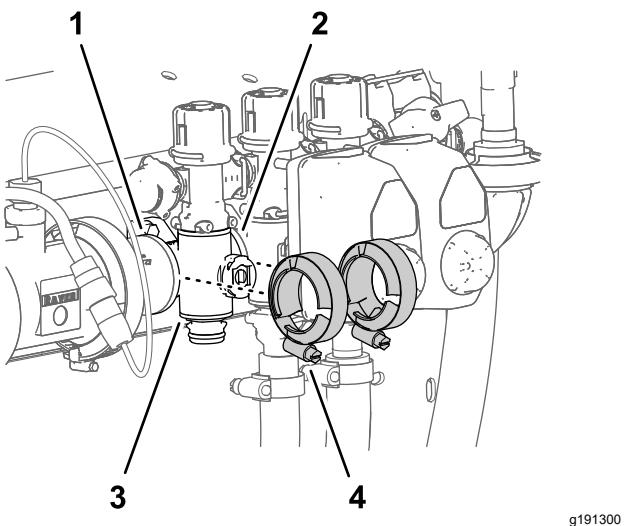

Рисунок 126
3. Снимите 2 фланцевых хомута, которые крепят коллекторный клапан секции к фланцам соседних компонентов (Рисунок 126).